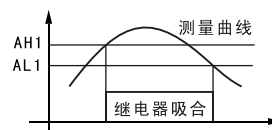

图1
- 2. 设定 AH1>AL1 (AH2>AL2), 当测量值 \geq AH1时继电器吸合; 当测量值 \leq AL1时继电器释放; 继电器动作情况见图1, 常用于上限报警。